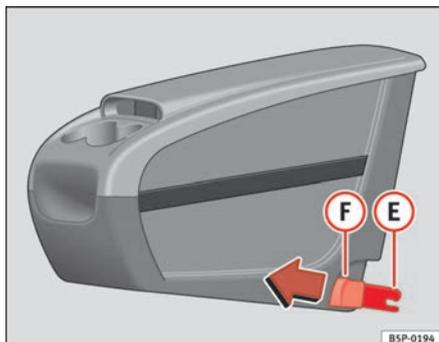
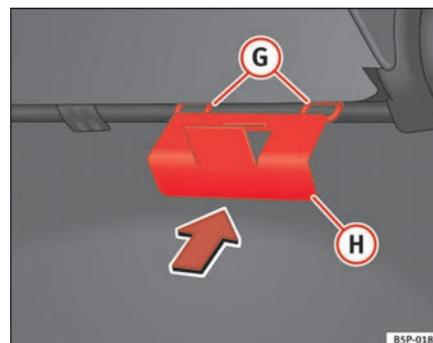

Abb. 111 Zusätzliche Ablage. Anbringen
Abb. 112 Halteplatte der zusätzlichen Ablage
- Die Halteplatte (H) ⇒ Abb. 112 der zusätzlichen Ablage vom Fahrzeuginnern aus auf der Rückseite des Sitzes befestigen. Sie muss sich zwischen der Lehne und dem Sitzkissen im Bereich des mittleren Rücksitzes befinden.
- Die beiden Befestigungselemente **(E)** ⇒ Seite 143, Abb. 111 zu den beiden Befestigungsringen **(G)** ⇒ Seite 143, Abb. 112 ausrichten und die beiden Klammern vollständig in die Befestigungsringe eindrücken.
- An den Knöpfen ⇒ Seite 143, Abb. 111 **(F)** der Klammern nach vorne ziehen (rote Knöpfe), bis sie hörbar ausgehängt sind.